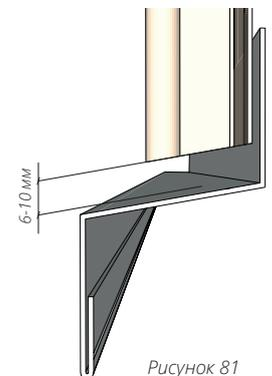

Рисунок 81
- 18.1** Для красивого и эстетичного соединения панелей сайдинга между собой используйте Н-профиль, который монтируется вертикально, согласно общим правилам монтажа. В нижней части Н-профиль подрезается параллельно отливу с зазором 6-10 мм (рис. 81).